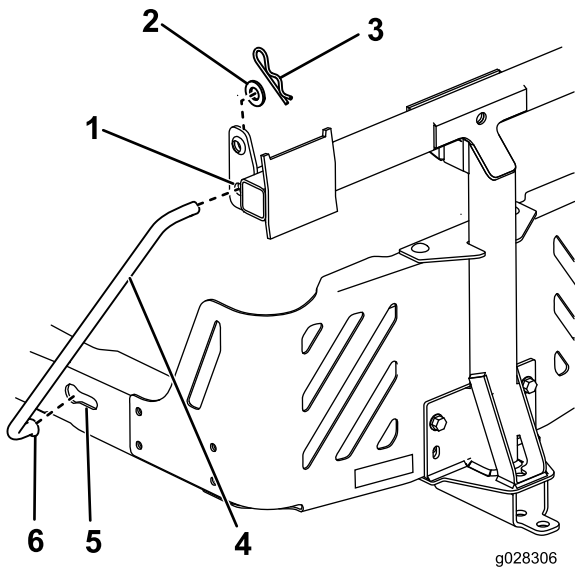

Bild 17
7. Setzen Sie das gebogene, flache Ende einer Stange in den verkeiltten Schlitz an der linken Seite des Maschinenrahmens ein und bewegen die Stange nach hinten, damit sie im Rahmen sitzt (Bild 17).
8. Setzen Sie die gebogenen Enden der Stangen in die Anbaugerätfestigung ein, wie in Bild 17 abgebildet, und befestigen Sie das Ende jeder Stange mit einer Scheibe und einem Splint.